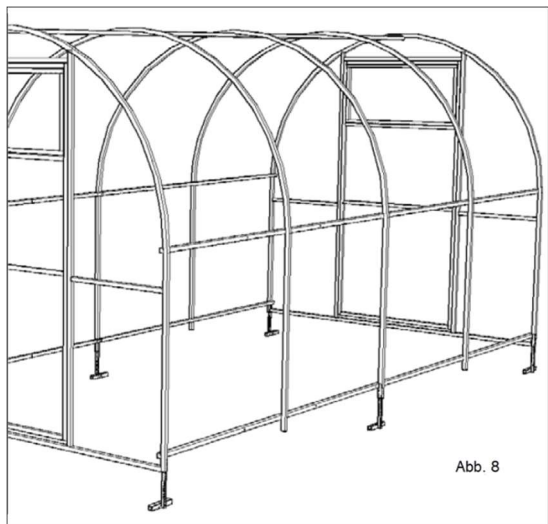

Abb. 8
- 5.2.6. Schrauben Sie die andere Wand. Abstand zwischen den beiden Wänden soll bei 4m liegen (Abb. 8). Um Gewächshaus um 2m zu verlängern verwenden Sie die Einsätze.